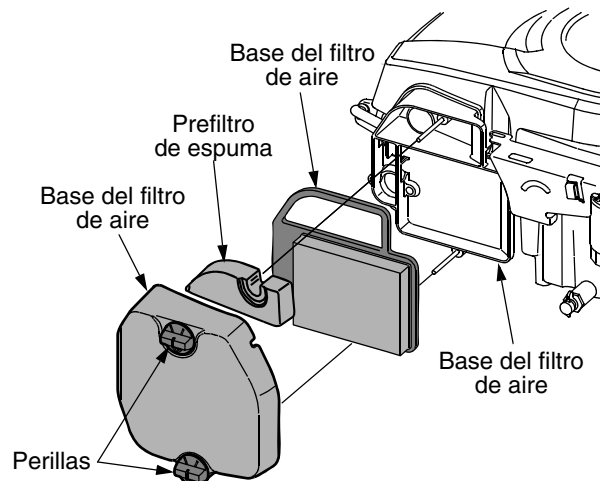

Figura 25
- Afloje las perillas de la cubierta del depurador de aire y extraiga la cubierta. Saque el prefiltro de la cubierta. Consulte la Figura 25.
- Retire el elemento del depurador de aire con el sello de goma integral. Vea Figura 25.